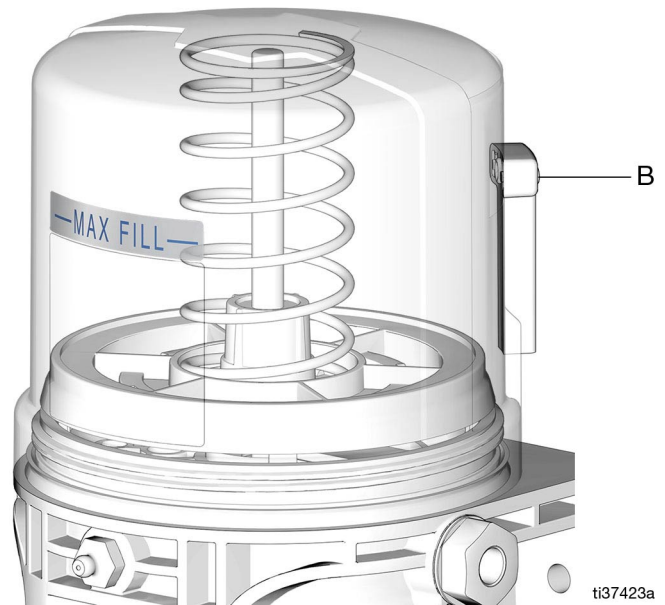

FIG. 20
3. Remplir le réservoir avec une graisse de catégorie NLGI jusqu'au repère de remplissage maximum (FIG. 20).
REMARQUE : le tube de ventilation (B) ne doit pas servir d'indicateur de trop-plein (FIG. 20).